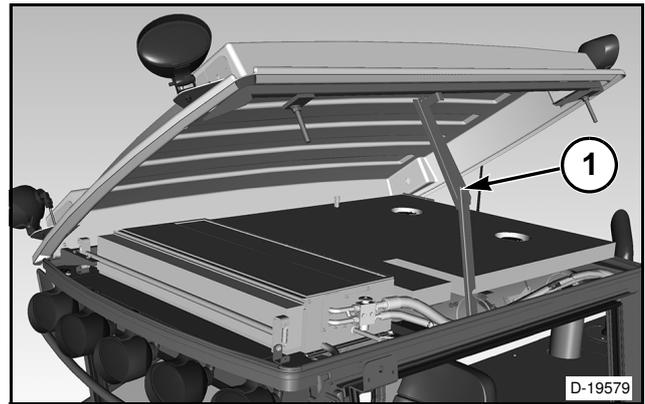

FIG. 8
FIG. 8: Desde la parte exterior de la cabina, levante el lado izquierdo del techo de la cabina. Mueva la abrazadera de soporte (1) hacia afuera hasta que pase del centro para soportar el techo de la cabina.